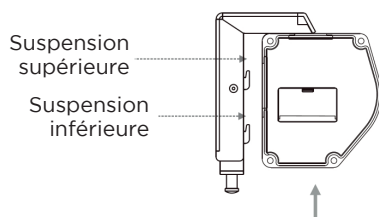

Figure 8
4. Lors du montage de l'écran sur les équerres de montage, veillez à ce que les rainures du boîtier de l'écran s'accrochent dans les rainures supérieures et inférieures des supports. Faites glisser l'écran sur les supports, les rainures des équerres de montage maintiennent ainsi le boîtier. Vous aurez toujours la possibilité de procéder à des réglages horizontaux ultérieurement (Fig. 8 - 10).